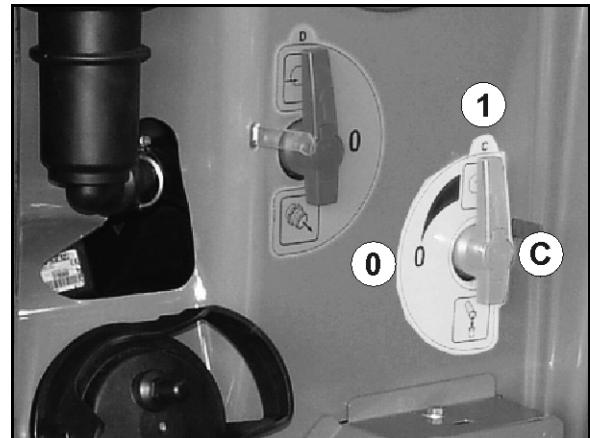

Fig. 53
- Støttefoten er senket (Fig. 53) når maskinen er frakoblet.